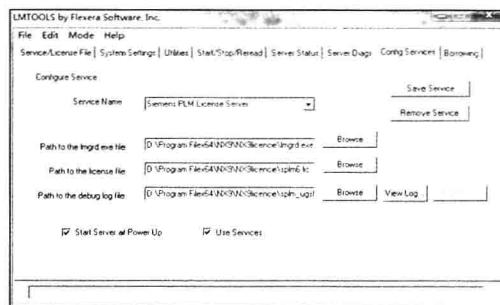

图 1-9 设置服务启动项
Step 10 按图 1-9 所示的设置进行服务启动项的设置。